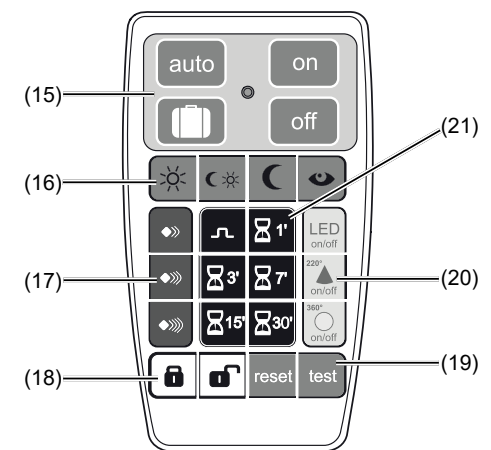

Figura 10: Configurazione dei tasti del telecomando IR
Se il telecomando è bloccato, non verranno trasmessi segnali IR all'attivazione dei tasti. Fanno eccezione i pulsanti di comando (figura 10, 15) e i tasti di bloccaggio (18). Questi sono sempre attivi.